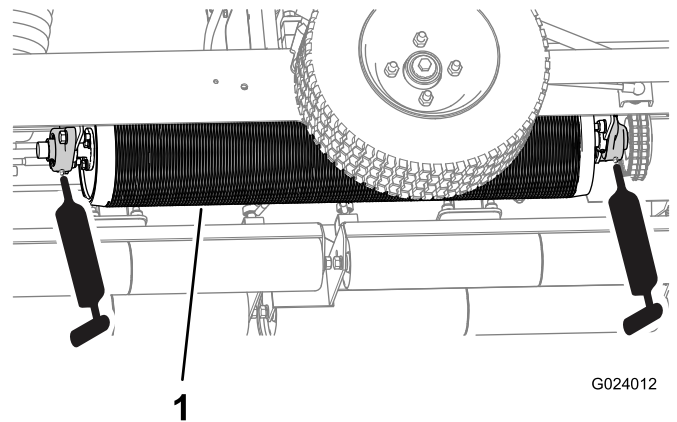
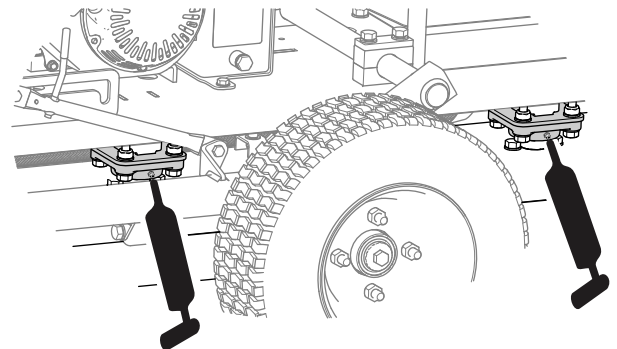

Figura 10
Figura 11
2. Coloque lubrificante nas áreas, conforme indicado na Figura 10 e na Figura 11.